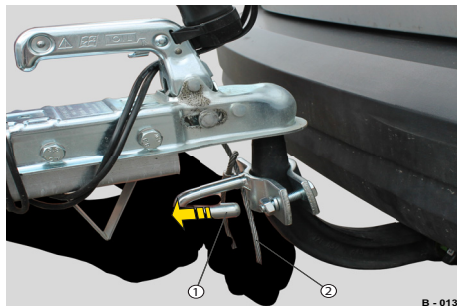

Abb. 11 Fangseil anbringen
- ▶ Am Verschluss (Abb. 11/1) der Klemmvorrichtung ziehen und das Fangseil gleichzeitig (Abb. 11/2) als Schlaufe einlegen.